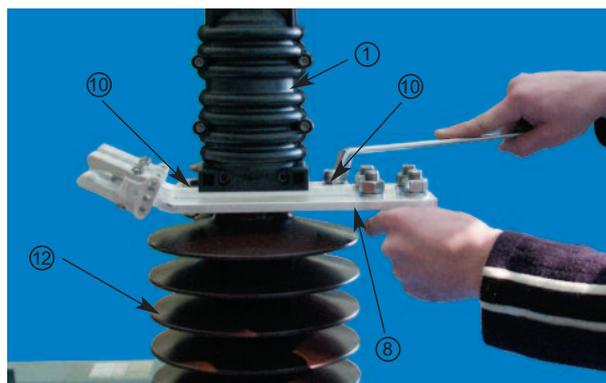

Abb. 2 (Ab)montieren der Schaltkammer
- Befestigungsschrauben M 10x35 (10) lösen und Schaltkammer (1) entfernen (Abb. 2)
- Neue Schaltkammer (1) im eingeschalteten Zustand auf Kontaktplatte mit Kontaktfinger (8) mit den beiden Befestigungsschrauben M 10x35 inkl. Scheiben und Federring montieren und anziehen (Abb. 2), (Anziehdrehmoment: 32 Nm)